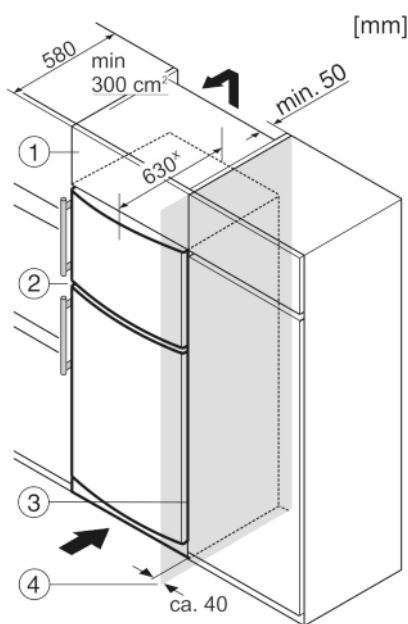

Fig. 10
(1) Dulap suspendat
(2) Aparat
(3) Dulap de bucătărie
(4) Perete
Aparatul poate fi refăcut cu dulapuri de bucătărie. Pentru a aduce aparatul Fig. 10 (2) la același nivel cu mobilierul de bucătărie, se poate monta deasupra aparatului un dulap suspendat Fig. 10 (1).
La integrarea în dulapurile de bucătărie (adâncime maximă 580 mm), aparatul poate fi amplasat direct lângă dulapul de bucătărie Fig. 10 (3). Aparatul iese în afară în partea laterală cu 34 mm x, iar în centrul aparatului cu 50 mm x, în raport cu suprafața frontală a dulapului de bucătărie.
Atunci când aparatul este montat cu balamalele lângă un perete Fig. 10 (4), distanța dintre aparat și perete trebuie să fie de minim 40 mm. Această valoare corespunde proeminenței mânerului cu ușa deschisă.